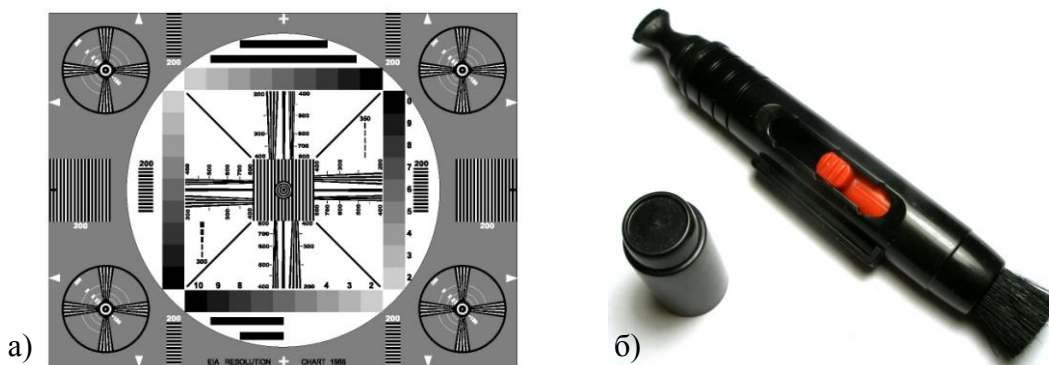

Рисунок 2. Принадлежности
- Карандаш для чистки объективов. Используется для очистки объективов от загрязнений (см. Рисунок 2б). Плоская сторона карандаша используется для очистки линзы объектива от грязи. Кисточка используется для очистки объектива от пыли.
В качестве средства измерения разрешающей способности используется специальная таблица. Например, EIA1956 или другая для разрешения не менее 600 ТВЛ (см. Рисунок 2а).